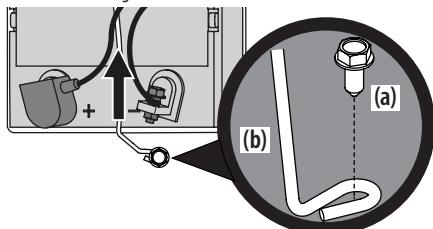

Figure 14
- Retirez la vis à bride hexagonale (a) fixant le support de fixation de la batterie (b) au châssis. Reluez ensuite le support de fixation de la batterie (b) pour dégager la batterie. Consultez la Figure 14.